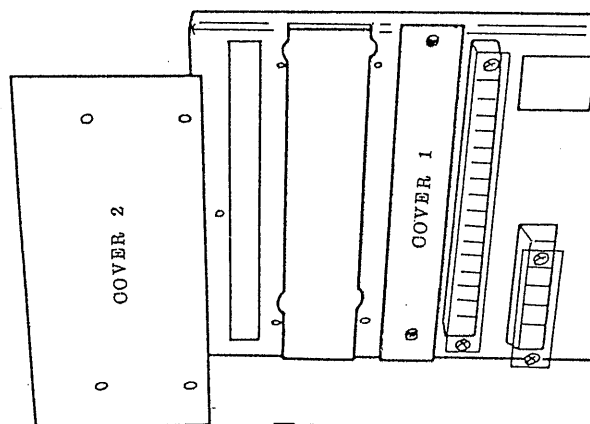

図 7
- (4) PAE 本体の電源コードをコンセントから抜き、後面のカバー 2 をはずします。(図7)